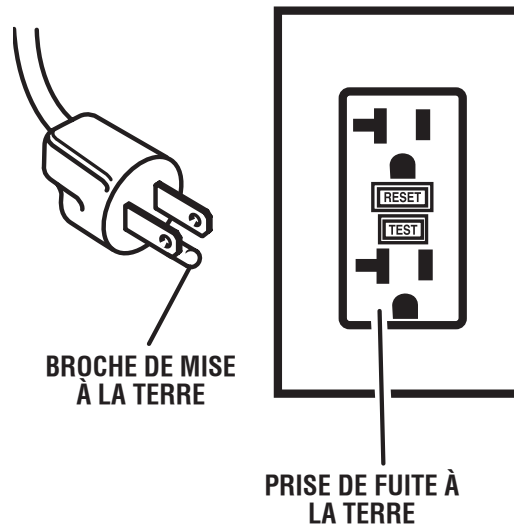

Fig. 1
*Voir la figure 1.*
Ce produit est pour l'usage sur un nominal 120 circuit de volt et a un fondeur bouche similaire au bouchon illustré dans la figure 1. Seulement connecter le produit à une sortie ayant la même configuration comme le bouchon. Ne pas utiliser un adaptateur avec ce produit.